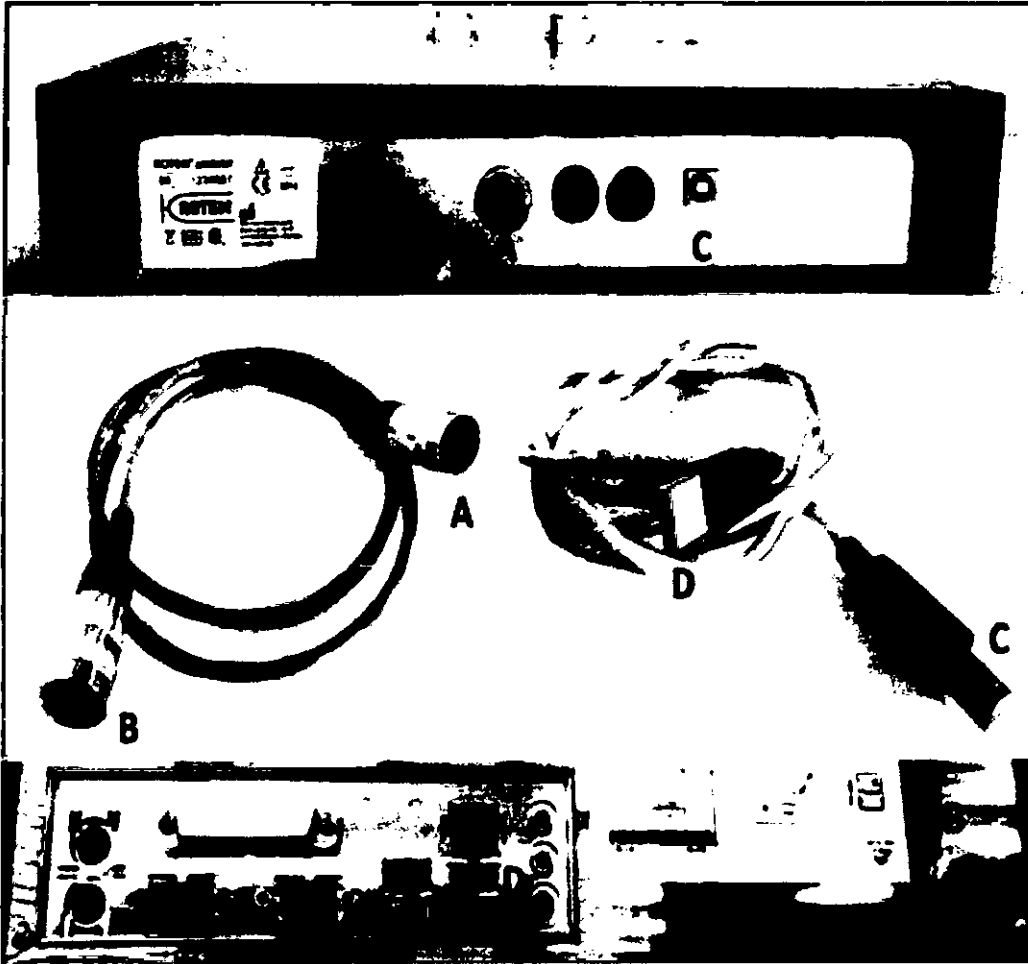

Figura 7-2: Conexión del ROTEM® platelet con el ROTEM® delta
2. Conecte el ROTEM® platelet con el cable de corriente al ROTEM® delta (enchufes A y B, Figura 7-2).
3. Conecte la interfaz de USB del ROTEM® platelet con el cable USB con uno de los puertos USB de ROTEM® delta (enchufes C y D, Figura 7-2).